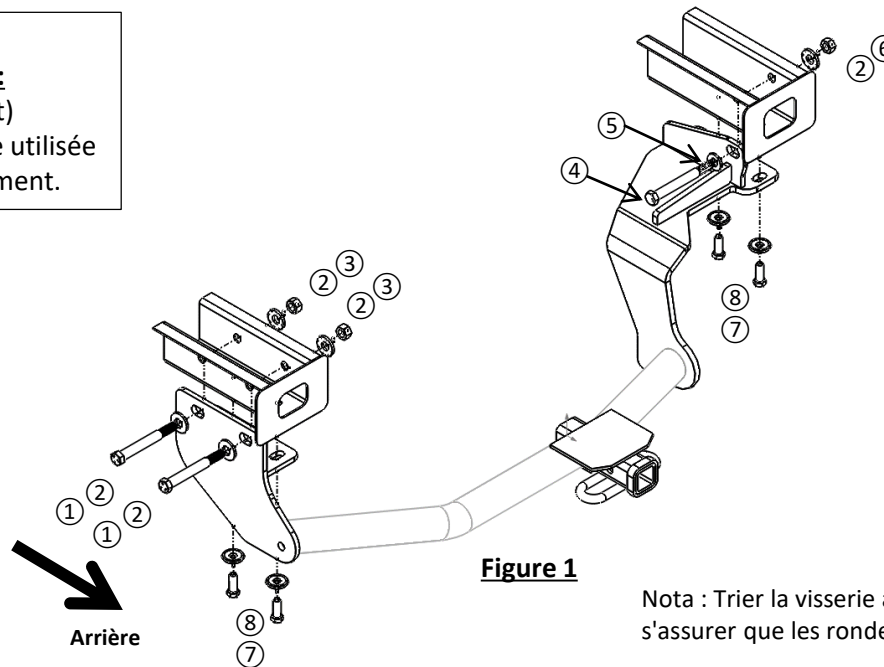

Figure 1
③	Qté (2)	Écrou hexagonal ½ -13
④	Qté (1)	Boulon M12 x 1.75 x 120 CL8.8
⑤	Qté (1)	Rondelle plate 1/2" trempée
⑥	Qté (1)	Écrou hexagonal M12 x 1.75 CL8
⑦	Qté (4)	Boulon M10 x 1.25 x 30 CL10.9
⑧	Qté (4)	Rondelle conique 7/16"
2. Enlever le couvercle de plastique arrière côté conducteur situé sous le véhicule à l'aide d'un petit tournevis cruciforme, enlever aussi les rivets poussoirs en plastique (5).
5. Soulever l'attelage en position et insérer les arts 1 et 2 du côté conducteur et les arts 4 et 5 du côté passager. Insérer les boulons à travers le support et le support comme illustré à la Figure 1 pour le soutien. Nota : La tige de positionnement du pare-chocs peut gêner la visserie de l'attelage. Si nécessaire, utiliser une meuleuse angulaire pour découper la tige de positionnement jusqu'à son épaulement afin de procurer le dégagement nécessaire à la visserie.
6. Insérer les boulons M10 (arts 8 et 7) à travers le support et le cadre, comme illustré à la Figure 1 (serrer à la main).